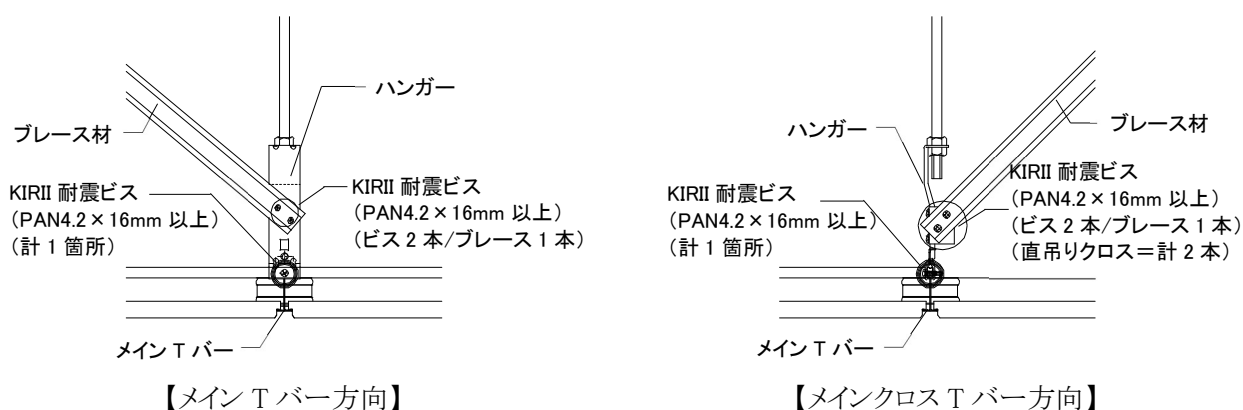

図2-7-7 ブレース下部取付詳細
④ブレース下部の取付けは、ハンガーにブレース 1 本につきビス 2 本で固定する。ブレース設置時は、以下の点に留意すること。(図 2-7-7 参照)